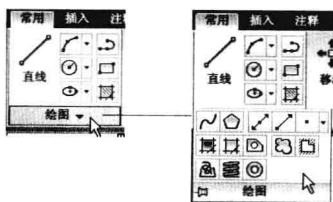

图 3-5-10
(1) 在“绘图”面板中单击三角形按钮或面板名称, 展开面板, 单击“圆环”按钮, 如图 3-5-10 所示。